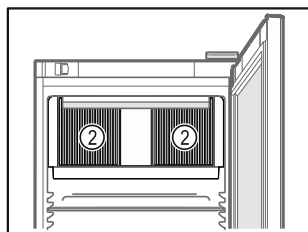

Fig. 62
- ❑ Mantenere libere le fessure di ventilazione Fig. 62 (2) della ventola di ricircolo nel vano interno.